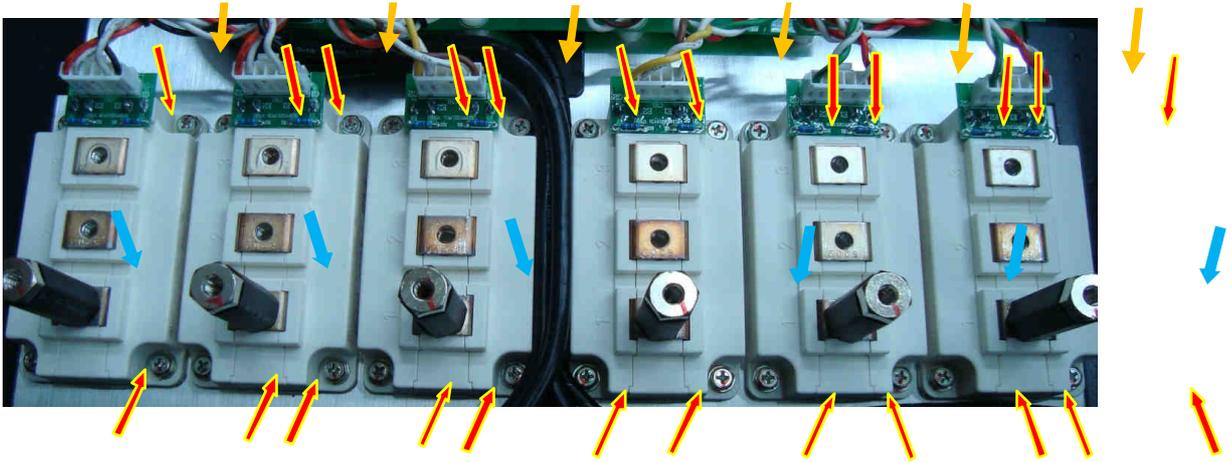

Рис. 6.32.
6.18.1. Отсоединить от выходных модулей IGBT разъемы жгутов управления (рис. 6.32, желтые стрелки), выкрутить 6 шестигранных стоек (рис. 6.32, синие стрелки), и выкрутить 24 винта крепления модулей IGBT к радиатору (рис. 6.32, красные стрелки). Шестигранные стойки и винты положить в тару. Демонтировать модули IGBT и положить их в тару.